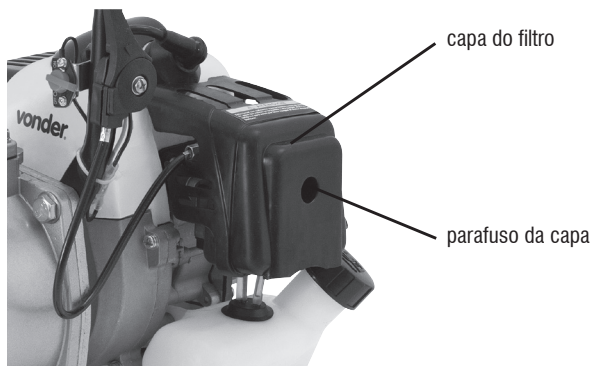

Fig. 13 – Retirando a tampa do filtro de ar
- 2 – Solte o parafuso, indicado na Fig. 13;